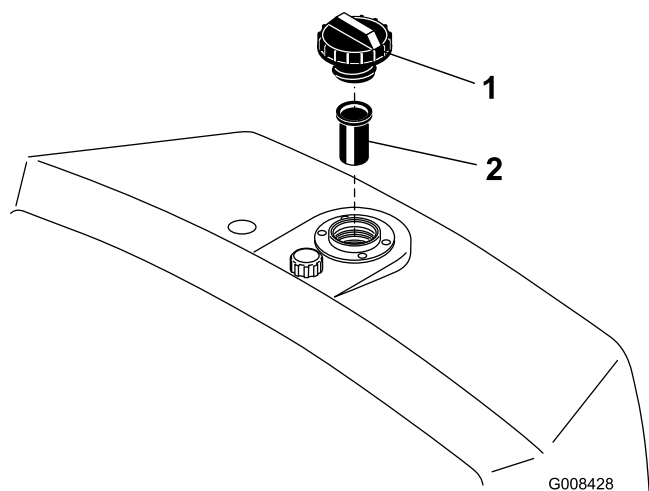

Figura 27
2. Retire el tapón del depósito y verifique el nivel de aceite. El nivel de líquido debe llegar a la parte inferior del filtro de malla del cuello de llenado (Figura 27).